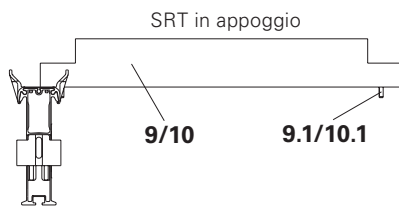
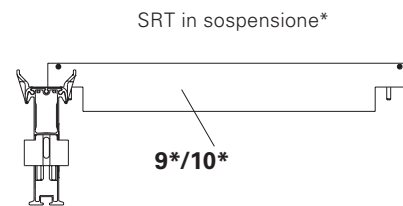

Fig. A5.01
Fig. A5.02
Montare la trave di adattamento in posizione di appoggio (Fig. A5.01) o di sospensione (Fig. A5.02).
- sulla trave SLT in senso longitudinale. (Fig. A5.01 + A5.02)